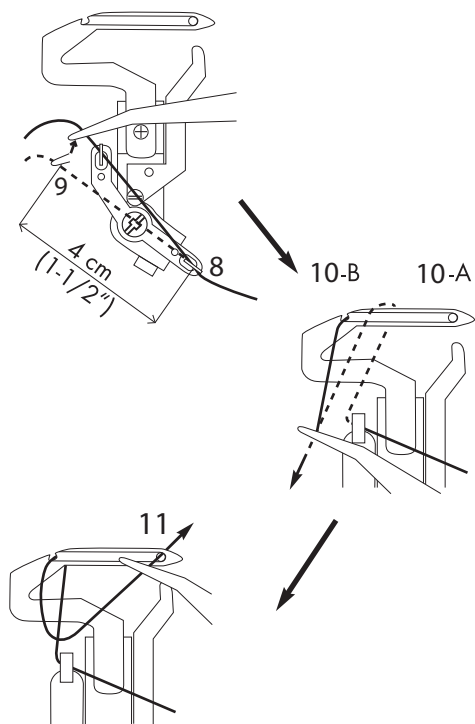

Fig. 23
6. Hold tråden ca. 4 cm fra trådføringen med pincetten (fig. 23).
8. Træk tråden op og ind i trådføringen (9).
9. Træk tråden tilbage og hen over undergriberens øverste ende ⑳ (10A) (fig. 23).
10. Træk derefter forsigtigt tråden ned, så den glider ind i griberens ud-skæring (10B) (fig. 23). Brug også tegningen, som er anbragt på maskinen til dette trin!
11. Træk tråden gennem griberøjet (11). Tråden skal løbe i undergriberens rille ㉑ (fig. 23).